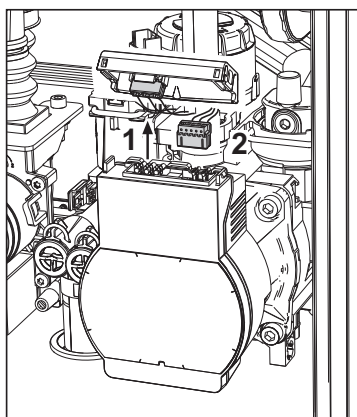

рис. 38
- Отключите электропитание циркуляционного насоса, высвободив соединения путем поднятия детали "1" на рис. 38.